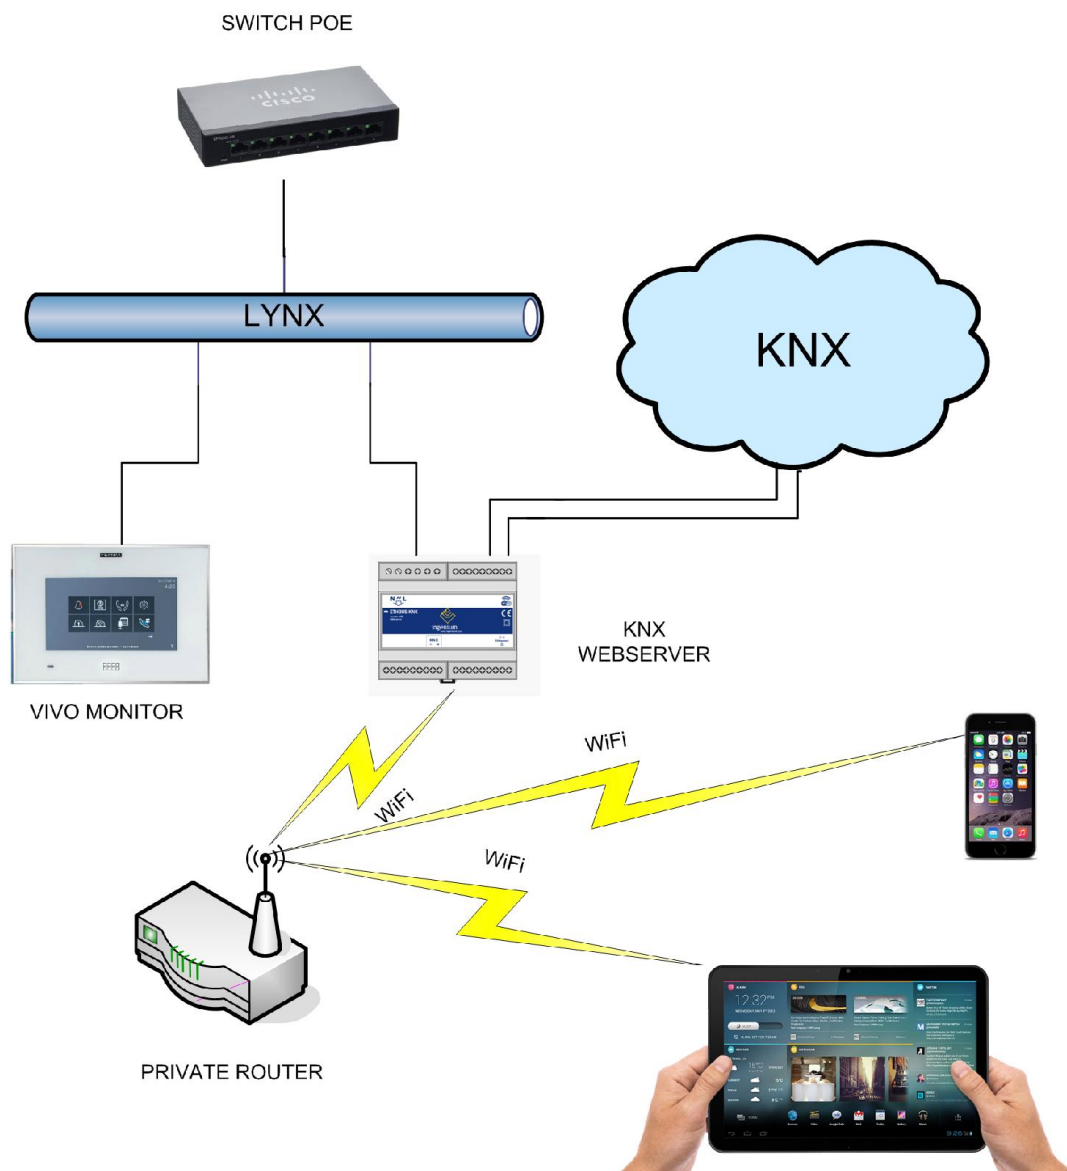

Imagen 10. Dispositivo portátil con conectividad local a Wi-Fi local.
- El servidor Web KNX puede conectarse a una **red Wi-Fi**, creando de esta forma una interfaz local. Así puede establecerse una conexión local entre los terminales remotos (teléfono móvil, tablet u ordenador portátil) y el servidor Web KNX como se muestra en la Imagen 10.